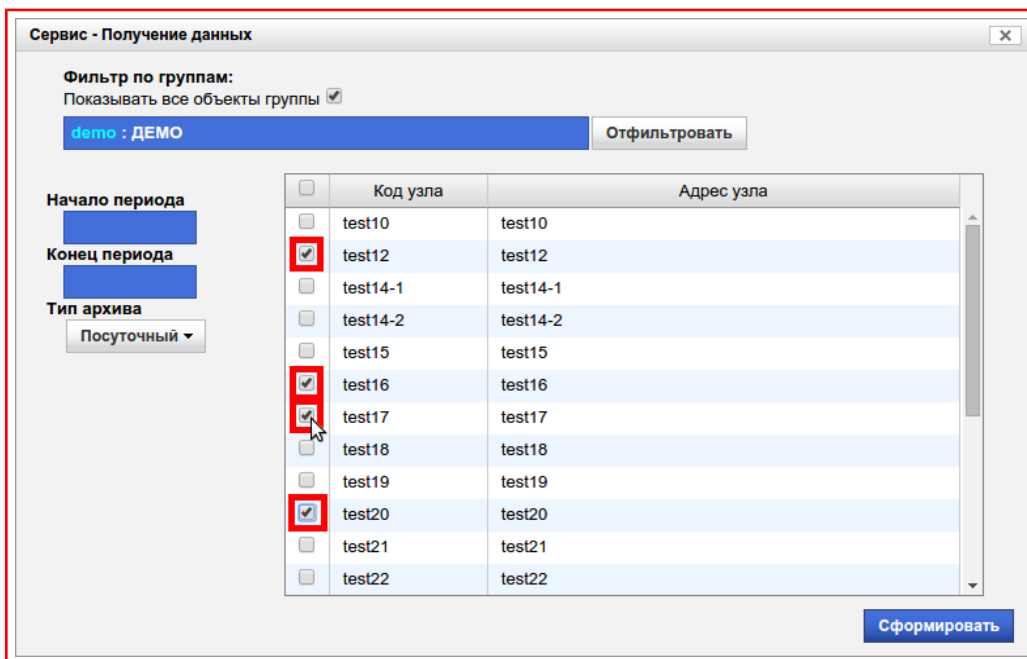

Рисунок 9.90 — Выбор «Узлов учёта»
- 6) Установить флаги напротив узлов учёта по которым нужно запросить данные, рисунок 9.90;